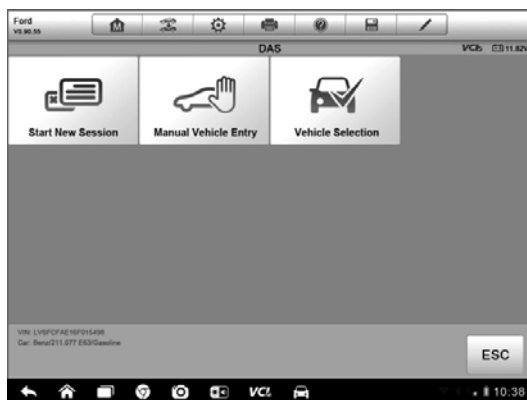

Abbildung 4-5 Beispiel eines Fahrzeug-Auswahlmenüs
4. Wählen Sie im Fahrzeugauswahlmenü **Manueller Fahrzeugeingabe** aus. (*Figure 4-5*) Eine Reihe von Informationsbildschirmen wird angezeigt, tippen Sie auf **Ja**, um fortzufahren.